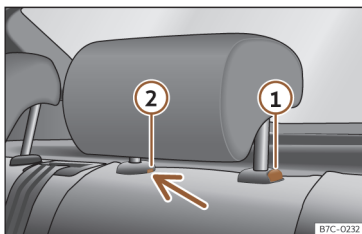

Fig. 72 Appuie-tête arrière : démontage.
- Appuyez sur la touche >>> **fig. 72 ①**, en appuyant en même temps sur l'orifice de sécurité ② avec un tournevis plat de 5 mm de largeur maximum et retirez l'appuie-tête.